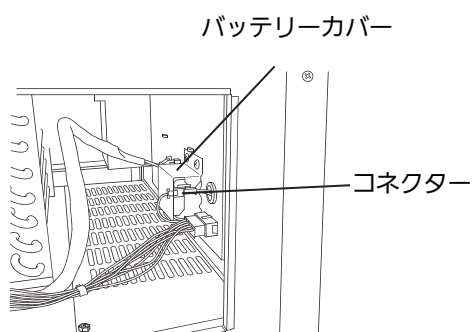

図 3
3. 図 3 の部分 (コントロールパネルの背面) にニッケル水素電池が固定されています。